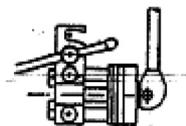

Fig. 1
- A. Apertar a ferramenta numa morsa. Montar a alavanca no came. Afrouxar a porca comandada pela alavanca e abrir o suporte de retenção das matrizes. (Fig. 1)